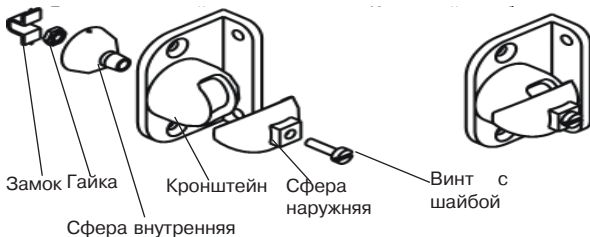

Рис. 37
- Выбрав место установки, разметьте отверстия для монтажа с учетом положения отверстий на основании извещателя (кронштейне, рис. 37), просверлите отверстия в стене;